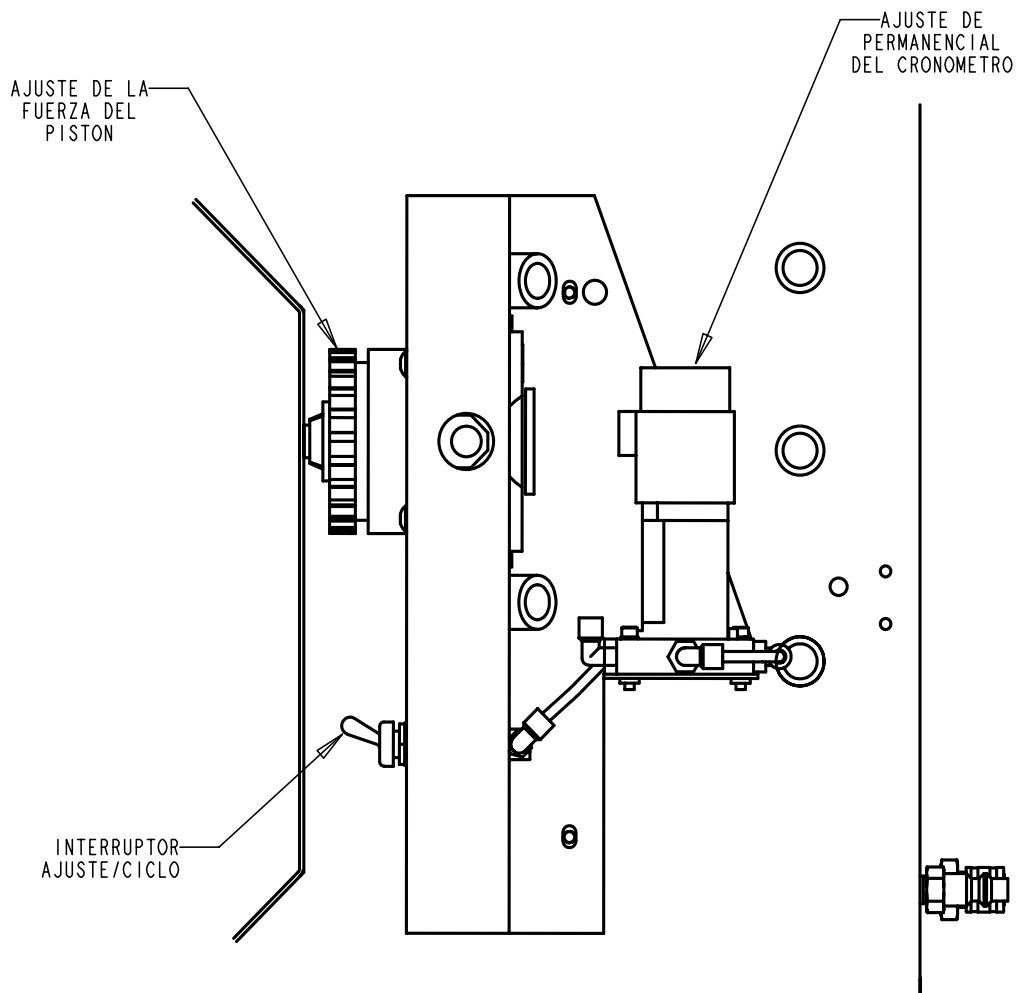

FIGURA 3.2
1. Girando la perilla de REGULACIÓN DE FUERZA DEL PISTÓN en sentido contrario a las agujas del reloj reduzca la fuerza del pistón a cero. (Figura 3.2).